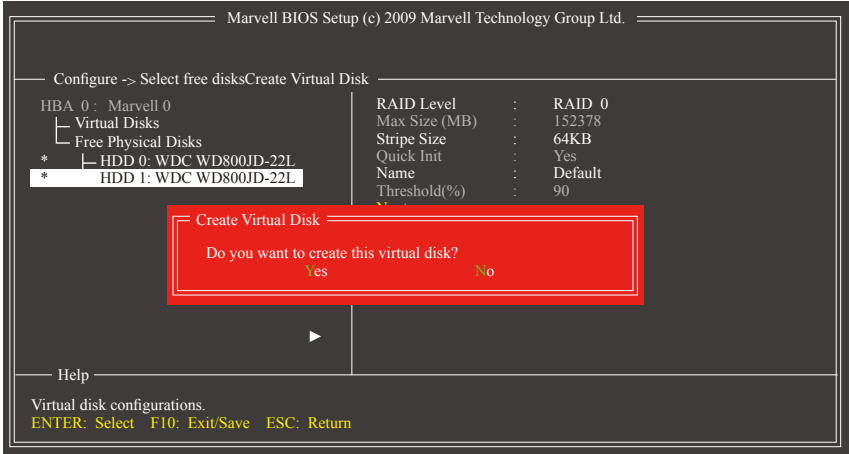

图5
- 4. Next：完成以上设定请至「Next」项目，按<Enter>键，确认建立磁盘阵列。当确认信息出现时，确定制作磁盘阵列请按<Y>，取消请按<N> (图5)。